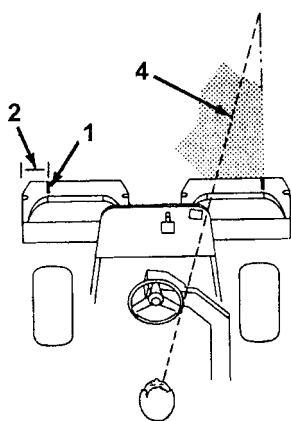

図 30
2. その位置に白色テープか白ペンキで集草箱の縁と平行に目印を入れる（図30）。
3. 行きと帰りでのオーバーラップができるだけ小さくなるように運転します。隣の列との距離を一定に保って直進するには、本機の前方向約2 ~ 3mを視野に捕らえておくのがポイントです。ハンドルを目印にして距離を合わせても良いでしょう。その場合、ハンドルの縁と本機前方の目標ラインとを重ねて見ながら運転します（図30, 31）。